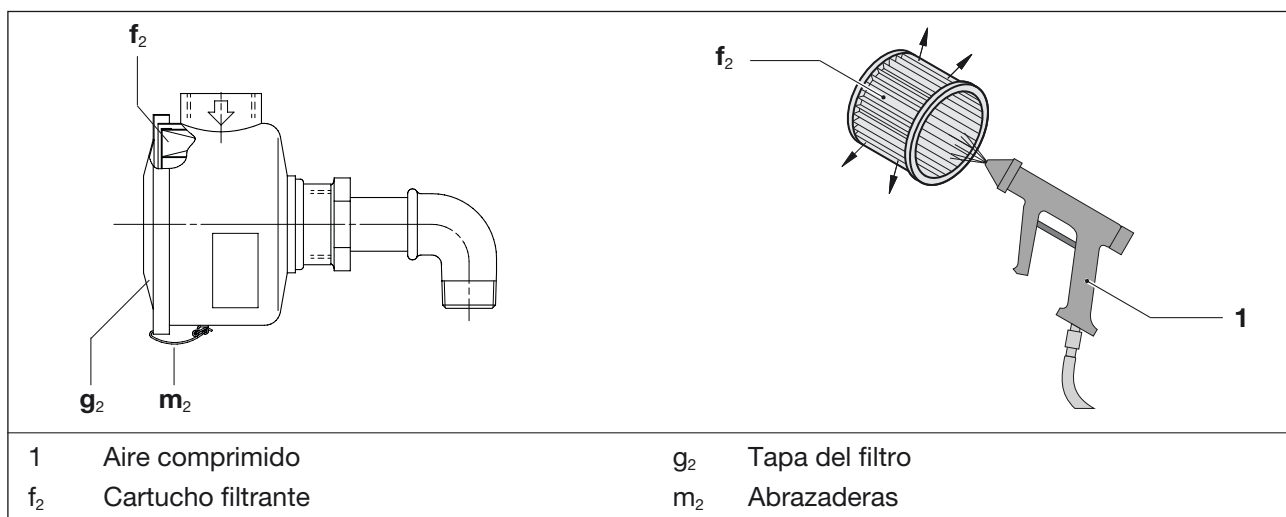

Fig. 7 Filtro de admisión
- Aflojar las abrazaderas (Fig. 7/m2) de la tapa del filtro (Fig. 7/g2).
- Retirar el cartucho filtrante (Fig. 7/f2) del filtro y limpiar o sustituir.
- Volver a introducir el cartucho filtrante en el filtro y fijar la tapa del filtro (Fig. 7/g2) con las abrazaderas (Fig. 7/m2).